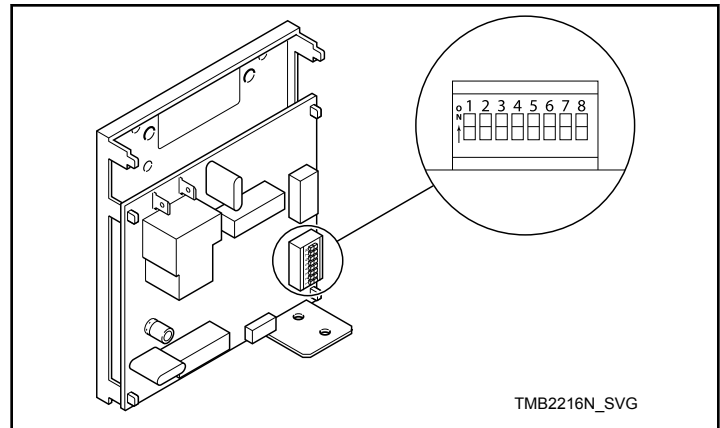

Figura 28
2. Anote los ajustes del conmutador DIP de control de la máquina, después póngalos todos en la posición desconectada. Consulte la *Figura 28*.